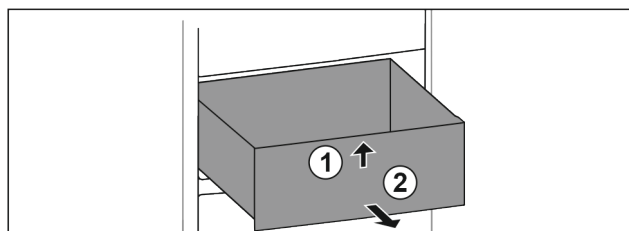

Fig. 75
- ▶ Soulever la partie avant du tiroir. Fig. 75 (1).
- ▶ Retirer le tiroir par l'avant. Fig. 75 (2)